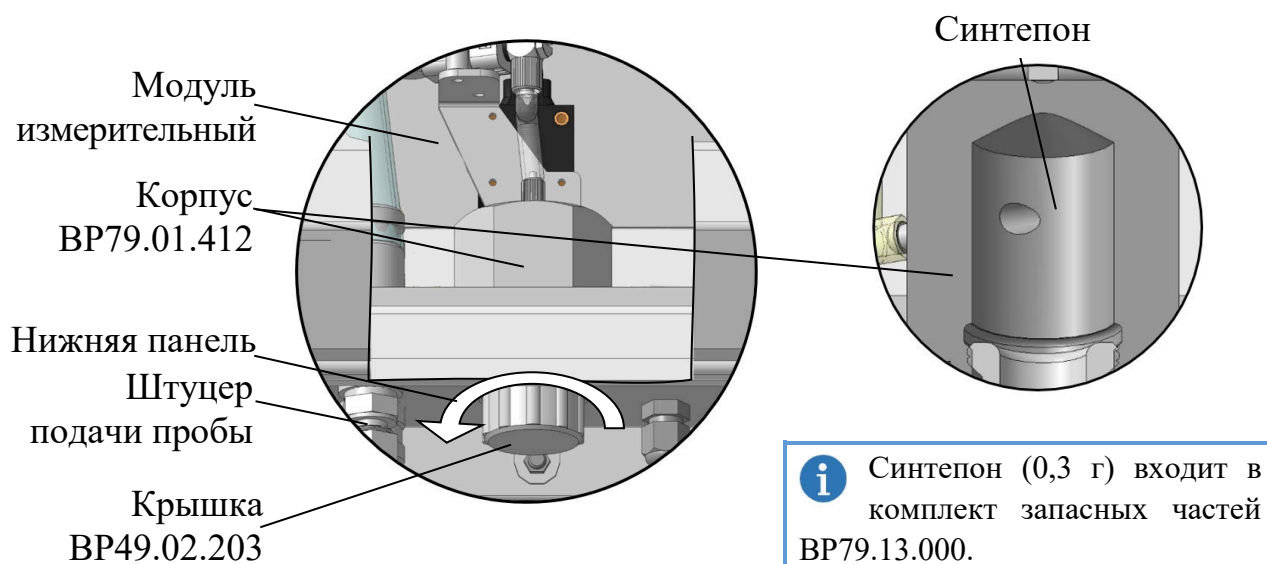

Рисунок 3.3 – Замена фильтрующего материала (синтепона)
- 3) Отвернуть крышку ВР49.02.203 в соответствии с рис. 3.3 и слить анализируемую среду из корпуса ВР79.01.472.